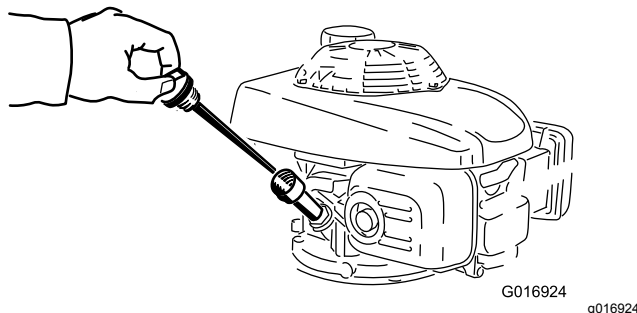

Рисунок 27
5. Извлеките масломерный щуп (Рисунок 27).